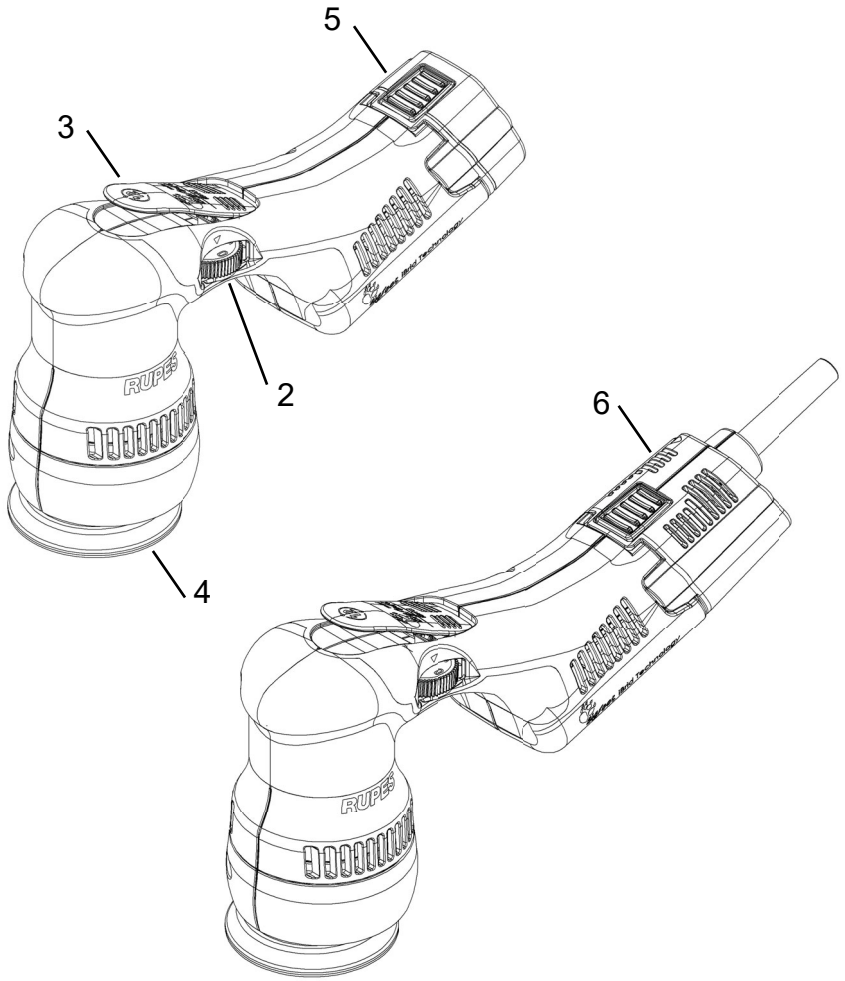

fig. 1
- Posizionare il platorello (4) al centro; ruotare leggermente il platorello fino al corretto posizionamento. (Fig. 1)